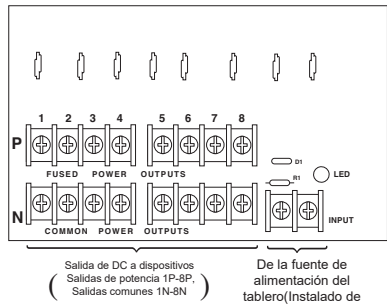

Fig. 4a - Tablero de distribución de energía PD16W
- Para otros modelos de distribución de energía, conecte los dispositivos que se alimentarán a los pares de terminales 1 a 8 marcados [1P y 1N] a [8P y 8N] (Fig. 3a y 3b, página 6) o 1 a 16 marcados [1P y 1N] a [16P y 16N] (Fig. 4a y 4b, pág. 6) observando cuidadosamente la polaridad correcta.